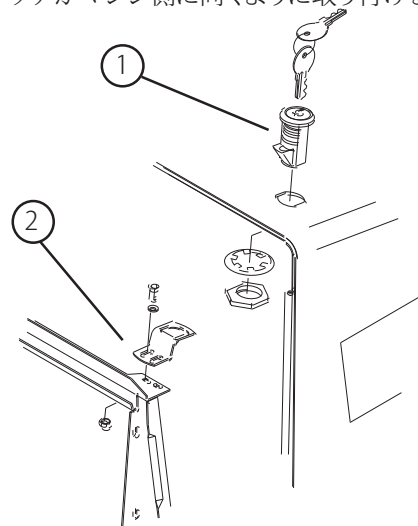

図 3
3. 錠を取り付ける (ロックワッシャ、ナットを使用する)。錠のラッチがマシン側に向くように取り付ける (図 3)。
4. ラジエターのサポートにラッチ用ブラケットを仮止める (1/4 × 3/4 in キャップスクリュー、平ワッシャ、ロックナットを使用する) (図 3)